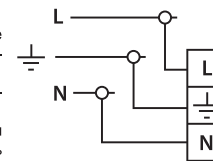

Рис. 1
- Присоедините подготовленные концы проводов к проводам светильника обозначенных L, N, ⊕ способом допустимым «Правилами устройства электроустановок». WOLTA® рекомендует применять клеммные колодки (Рис. 1). Крепление типа Z — внешний гибкий кабель или шнур данного светильника не может быть заменен; если шнур окажется поврежден, то светильник должен быть утилизирован.